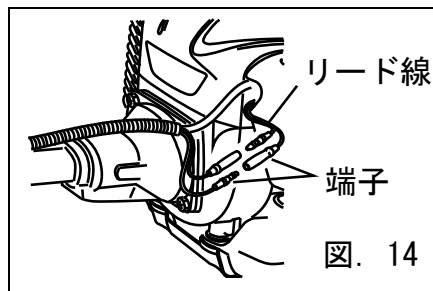

図. 14
②リード線端子が外れている。	・リード線端子を確実に差し込む。(P.9の図.14参照)